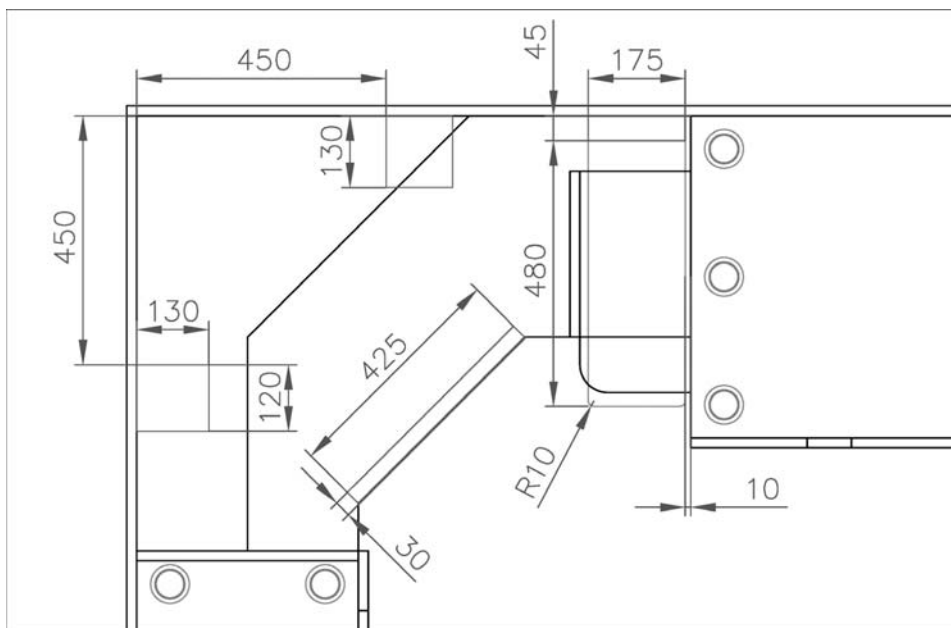
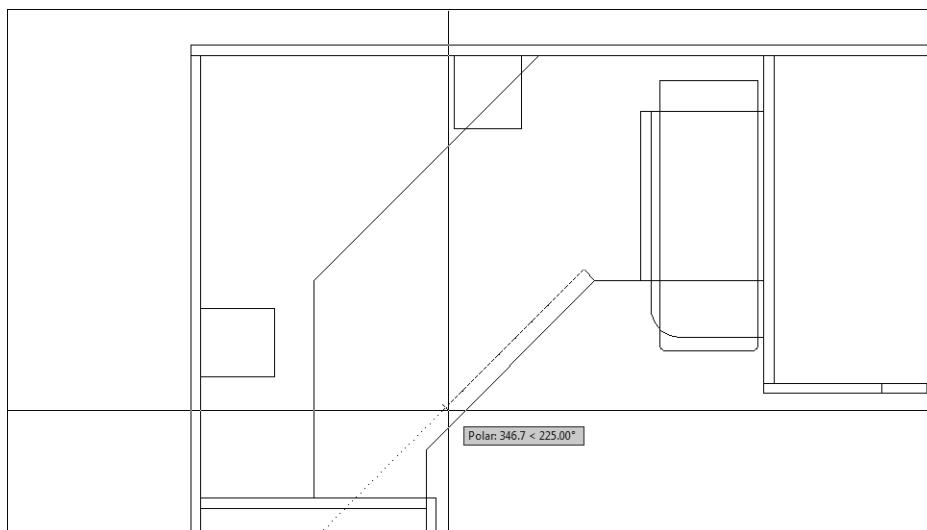
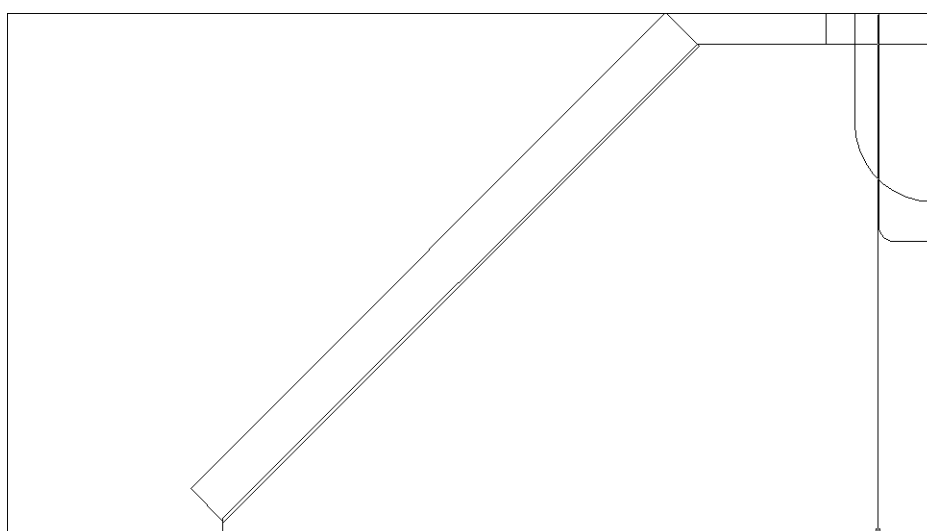

Рис. 5.2. Размеры прямоугольных конструктивных элементов и оборудования, расположенных в угловой части рабочей зоны
Рис. 5.13. AutoCAD в режиме POLAR распознал направление второго сегмента под углом  $90^\circ$  к первому
Рис. 5.14. Контур порожка смещен относительно контура полки на 2мм
Мы начнем работу над перечисленными выше объектами, отталкиваясь не от размещения соответствующих элементов рабочей зоны по высоте, а от формы и расположения их на виде сверху. Такой подход позволит нам обсудить сходные инструменты и приемы черчения, а также хорошо увидеть, в чем они отличаются. В частности, на рис. 5.2 приведены размеры прямолинейных элементов, которые сосредоточены в угловой части рабочей зоны: полочек стоек под компакт-диски, порожка нижней полки и системного блока.
Полочки имеют прямоугольную форму и одинаковые размеры (120×130 мм). На рис. 5.2 показаны оба размера только одной полочки, поскольку для второй достаточно указать лишь один размер и расстояние от других элементов чертежа. Порожек имеет длину 425 мм и ширину 30 мм. На рис. 5.2 это не показано, чтобы не загромождать чертеж лишними размерами, но нижняя граница контура порожка не совпадает с линией нижней угловой полки, а выступает за последнюю на 2 мм, чтобы учесть толщину порожка, имеющего в сечении Г-образный профиль. Чертеж системного блока представляет собой прямоугольник размером 175×408 мм, отстоящий от стенки большой тумбы на 10 мм и от задней стенки рабочей зоны на 45 мм. Линия, обозначающая ребро лицевой грани системного блока, сопряжена с вертикальными линиями прямоугольника с радиусом 10 мм.
Как видно из рис. 5.2, полочки стоек компакт-дисков расположены симметрично и имеют одинаковые размеры. Логично предположить, что можно создать их с помощью одинаковых приемов черчения или вообще получить второй экземпляр соответствующего объекта путем копирования или зеркального отображения. Однако мы
2. С помощью инструмента `Zoom Window` (Показать рамкой) измените масштаб просмотра так, как это показано на рис. 5.2 (окружности, обозначающие на чертеже декоративные опоры малой и большой тумб, на вашем чертеже, естественно, пока отсутствуют).
8. Введите в командном окне **130** (как видно из рис. 5.2, это длина прямоугольника, который нам нужно начертить).
1. Запустите инструмент Line (Отрезок), а затем щелкните на кнопке Snap From (Смещение) (☐) панели инструментов Object Snap (Объектная привязка) (или воспользуйтесь аналогичной командой контекстного меню, открываемого при щелчке *правой* кнопкой мыши с нажатием клавиши <Shift>). В командном окне после обычного приглашения команды LINE (Specify first point:) (\_line Первая точка:) появится команда запуска соответствующего режима привязки, автоматически введенная AutoCAD (\_from), а затем первое приглашение этой команды (Base point:)(\_from Базовая точка:). Иными словами, после включения режима Snap From (Смещение) сначала нужно задать точку, которая будет использоваться в качестве базовой. В нашем случае мы знаем расстояние от левого угла рабочей зоны до левой вертикальной линии контура вычерчиваемой полочки, которое составляет 450 мм (см. рис. 5.2). Поэтому логично в качестве базовой выбрать именно верхнюю точку внутренней вертикальной границы левой боковой стенки рабочей зоны, от которой на рис. 5.2 отсчитывается расстояние до контура полочки правой стойки.
4. Добившись появления пунктирной линии, введите в командном окне **10** (как видно из рис. 5.2, контур системного блока отстоит от контура большой тумбы на 10 мм).
5. Как вы помните из главы 2, расстояние между тумбой системного блока и задней стенкой рабочей зоны составляет 100 мм (см. рис. 4.3), а между системным блоком и задней стенкой — 45 мм (см. рис. 5.2). Поэтому переместите указатель-перекрестие вверх от полученной точки (рис. 5.9) и введите **55** ( $100 - 45 = 55$ ).
6. Дальнейшие операции создания контура системного блока, благодаря режиму **ORTHO**, тривиальны: переместите указатель-перекрестие влево и введите **175**, затем переместите указатель-перекрестие вниз и введите **480**, после чего переместите указатель-перекрестие вправо и введите **175** и, наконец, введите **CLOSE** (ЗАКРЫТЬ) или просто **C** (3) для получения замкнутого прямоугольного контура. Выполнение команды **LINE** на этом завершится.
на 2 мм (на рис. 5.2 это смещение не показано). Для этого вы познакомитесь с новым режимом, который напоминает режим ORTHO, но применительно к объектам, расположенным под углом.
7. AutoCAD создаст первый сегмент ломаной линии, расположенный под углом 45°, длиной 28 мм. Переместите указатель-перекрестие влево и вниз от второй точки полученного сегмента также примерно под углом 45°. Добившись изображения, представленного на рис. 5.13, введите в командном окне **425** (см. рис. 5.2).
10. Введите **CLOSE** (ЗАКРЫТЬ) или **C** (3) для автоматического завершения контура порошка.
11. Убедитесь с помощью инструмента Zoom Window (Показать рамкой) в том, что контур порошка создан правильно и выступает за контур нижней полки на 2 мм (рис. 5.14).